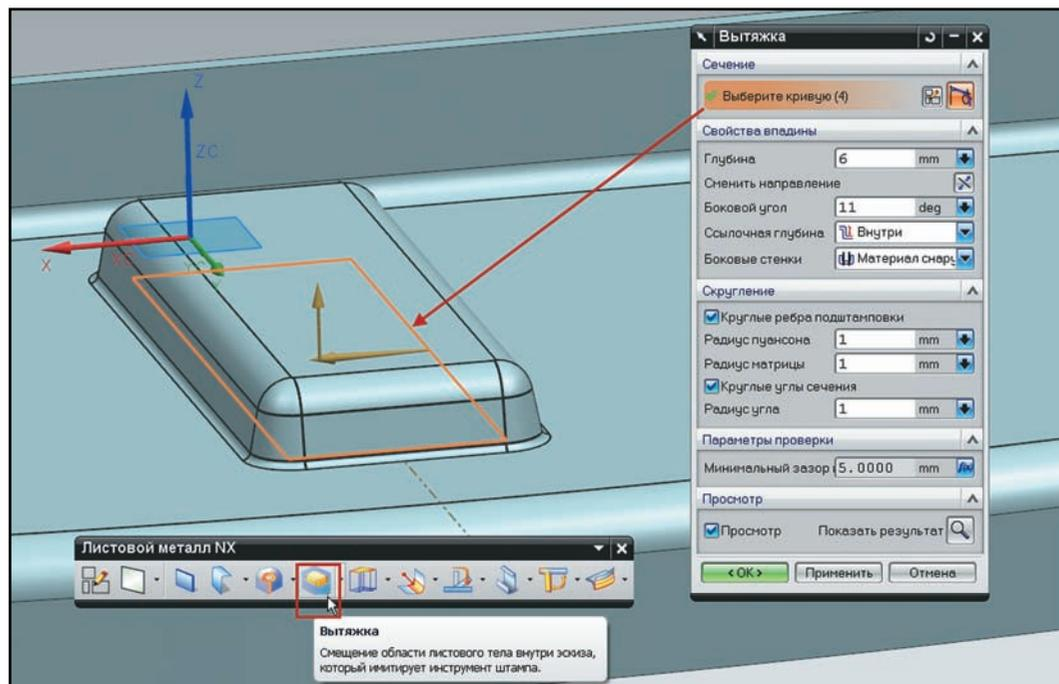

Рисунок 5.25. Создание элемента Вытяжка
- При необходимости задайте радиусы скругления «штампа» и «матрицы», которые будут определять радиусы получаемого элемента с учетом толщины листа, и нажмите **ОК** для завершения построения (рис. 5.25).